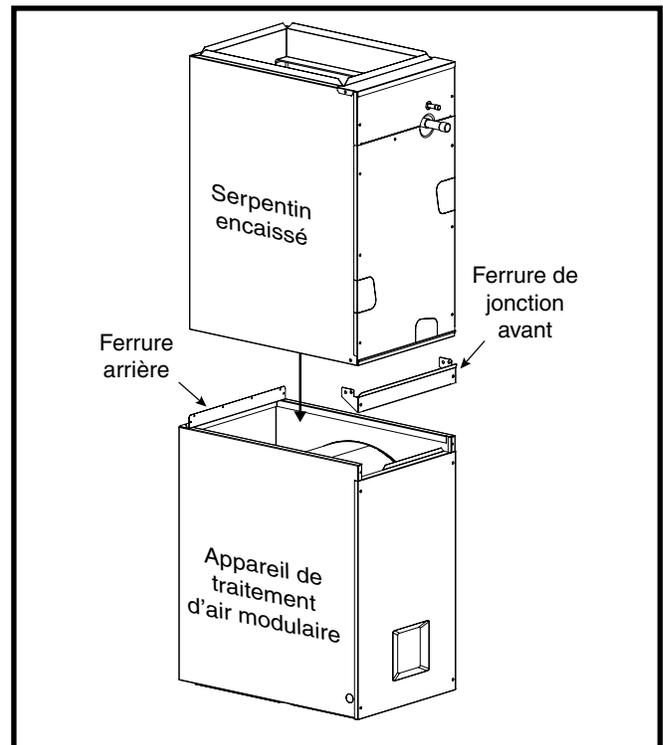

Figure 4. Ferrures descendantes
4. Placez délicatement le serpentin encaissé sur l'appareil de traitement d'air modulaire. **REMARQUE** : Assurez-vous que les appareils sont alignés sur le devant et les côtés, avec un débordement à l'arrière, et qu'il n'y a pas de jour sur les côtés. Voyez la Figure 4.